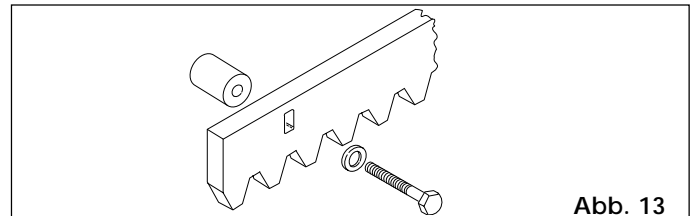

Abb. 13
4.4.2. VERSCHRAUBBARE STAHL-ZAHNSTANGE (Abb. 13)